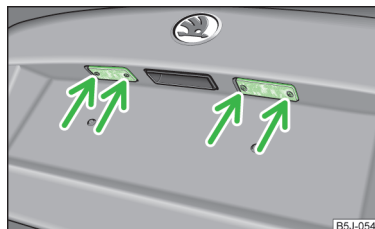

Fig. 168
- Aprire il portellone bagagliaio e svitare la copertura in vetro delle luci » fig. 168.